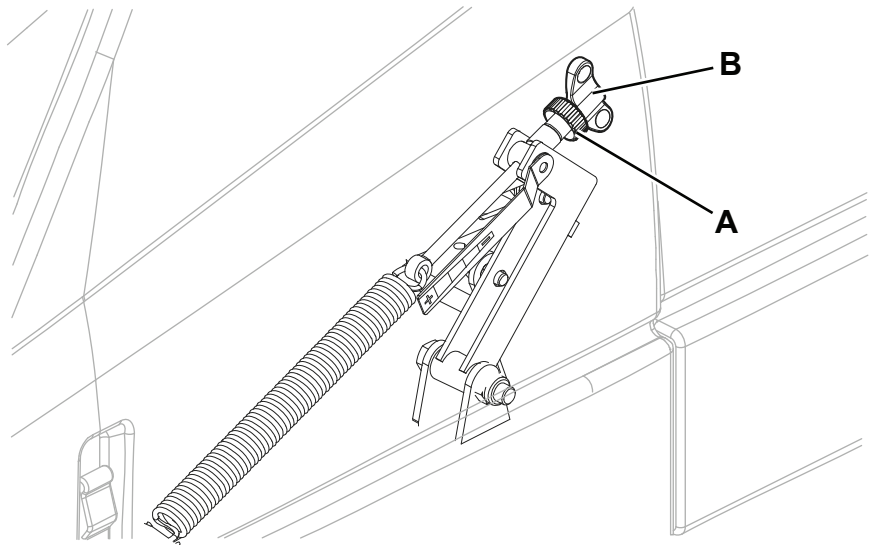

Abbildung 5
7. Zur Walzeneinstellung Entriegelungstaste (25) betätigen und Batteriefachabdeckung (1) öffnen. Drehknopf (A, Abb. 5) lösen und Flügelmutter (B) zur Einstellung der Hauptkehrwalze drehen: